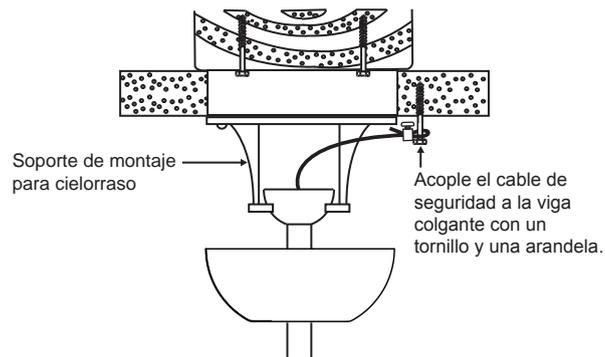

Fig. 10
Paso 1. Acople el tirafondos y las arandelas proporcionados con la viga del techo junto al soporte de montaje, pero no ajuste. (Fig. 10)